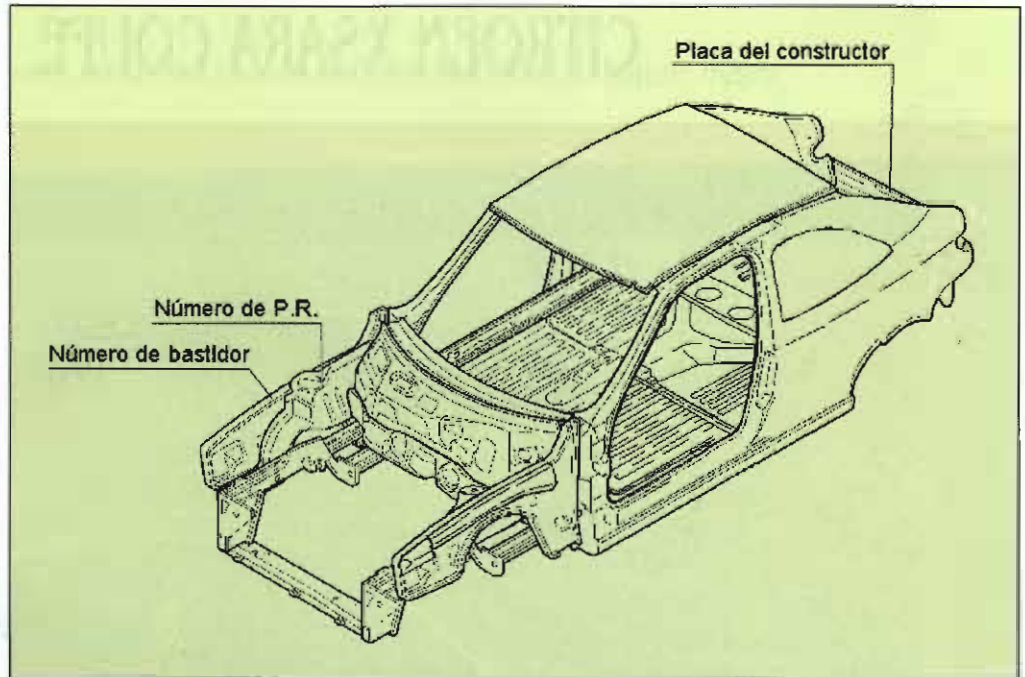

Figura 1. Situación de las placas de identificación del vehículo y número de bastidor
Las características que identifican al vehículo se recogen, debidamente codificadas, en diversos puntos de la carrocería, tal y como se refleja en la figura 1.
- **El número de bastidor** se encuentra troquelado en la parte superior del pase de rueda delantero derecho (figura 1).